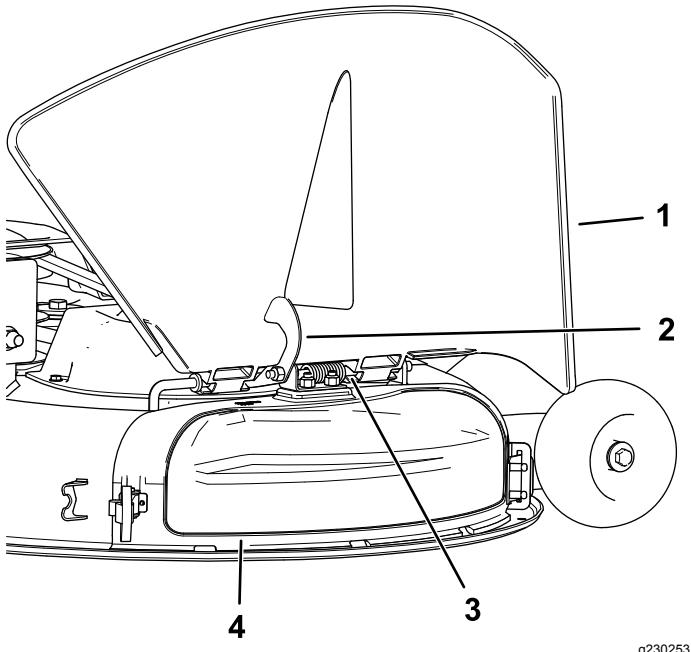

Figure 15
4. Ouvrez le crochet de verrouillage sur le dessus du couvercle d'éjection pour le dégager de la tige de pivot (Figure 15).
- Sur le haut du couvercle d'éjection, accrochez le crochet de verrouillage à la tige de pivot du déflecteur (Figure 15).